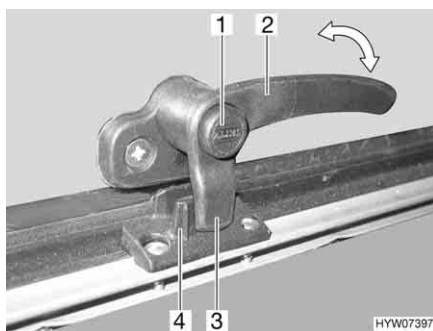
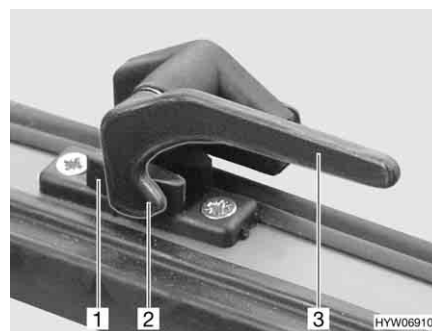

Fig. 87 Levier de verrouillage avec bouton de sécurité en position "Fermé"
Fig. 88 Levier de verrouillage en position "Fermé"
- S'il existe, appuyer sur le bouton de sécurité (Fig. 87,1) et le maintenir enfoncé.
- Tourner tous les leviers de verrouillage (Fig. 87,2 ou Fig. 88,3) d'un quart de tour vers le centre du lanterneau.
- Tourner tous les leviers de verrouillage (Fig. 87,2 ou Fig. 88,3) d'un quart de tour vers le cadre. Le tenon de verrouillage (Fig. 87,3 ou Fig. 88,2) repose sur le côté intérieur du verrouillage du lanterneau (Fig. 87,4 ou Fig. 88,1).
- En position "Fermé" (Fig. 87 et Fig. 88)